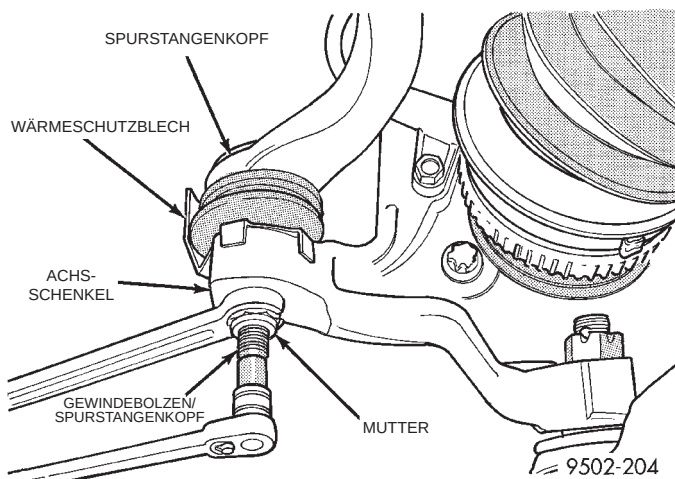
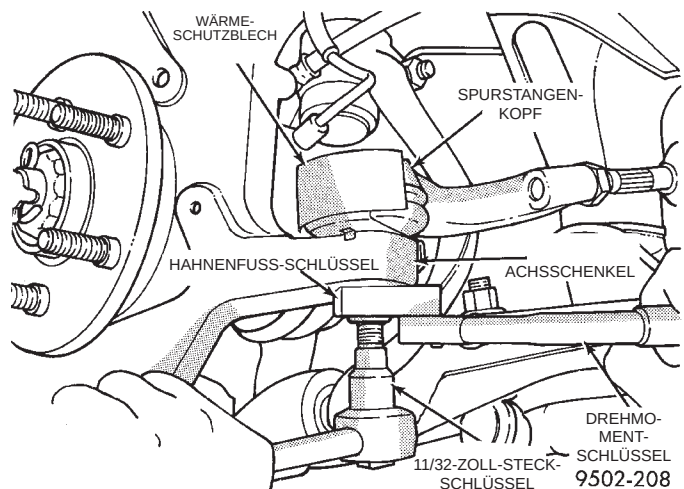

**Abb. 32 Mutter vom Spurstangenkopf abschrauben**
**Abb. 34 Mutter des Spurstangenkopfes festziehen**
(2) Die Mutter des Spurstangenkopfes vom Achsschenkel lösen (Abb. 32). **Die Muttern der Spurstangenköpfe nur nach der folgenden Anleitung lösen. Den Gewindebolzen des Spurstangenkopfes mit einem 11/32-Zoll-Steckschlüssel festhalten und die Mutter mit einem Ringschlüssel lösen.**
(1) Spurstangenkopf auf die innere Spurstange aufschrauben. **Sicherstellen, daß die Kontermutter auf der inneren Spurstange sitzt.**
(2) Kontermutter noch nicht festziehen.
(3) Wärmeschutzblech (Abb. 32) am Spurstangenkopf anbauen.
(4) Spurstangenkopf in den Achsschenkel einbauen. Mutter von Hand auf den Spurstangenkopf aufschrauben. Gewindebolzen des Spurstangenkopfes festhalten und die Mutter anziehen (Abb. 32). Dann mit einem Hahnenfuß-Schlüssel und 11/32-Zoll-Steckschlüssel (Abb. 34) die Mutter am Spurstangenkopf mit einem Anzugsmoment von 61 N·m (45 ft. lbs.) festziehen.